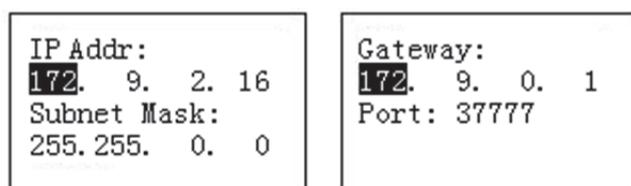

Figure 2-5
- Lorsque DHCP est désactivé, vous pouvez saisir manuellement l'adresse IP (IP Addr), le masque de sous-réseau (Subnet Mask), la passerelle (Gateway), le port (le paramètre par défaut du port est 37777), etc. du clavier. Veuillez définir les valeurs selon l'endroit où vous vous trouvez. Voir Figure 2-5.